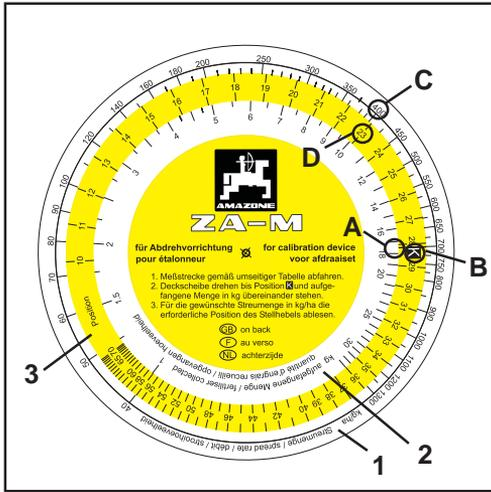

Рис. 7.13
- Возьмите счетный диск для устройства для установки распределителя на норму внесения. На шкале (Рис. 7.13/2) для уловленного количества [кг] найдите числовое значение „17,5“ (Рис. 7.13/А) и совместите с позицией „К“ (Рис. 7.13/В) цветной шкалы (Рис. 7.13/3).
- Найдите необходимую норму внесения (**400 кг/га**) (Рис. 7.13/С) на шкале для нормы внесения (Рис. 7.13/1) и определите требуемое положение шиберной заслонки (позицию) „23“ (Рис. 7.13/Д).